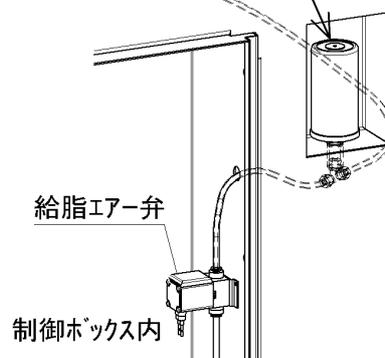

図 8-3
3) 取り付け方法(図 8-2 図 8-3)
- ③ 3mm の六角レンチを使用して、上部のガスジェネレーター設定数値を[3 のところに、△印を合わせます。⇒スイッチが ON になります。容器に入れてしばらく置き、オイルの吐出を確認すること。(図 8-3)
(図 8-3)